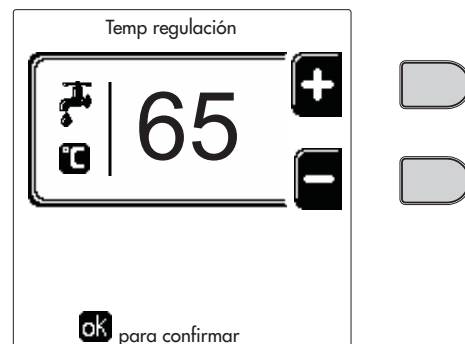

fig. 15
- **ON**. Ante una demanda de calefacción/ACS, la caldera funciona a la temperatura de regulación de la calefacción/ACS (fig. 13/fig. 15) programada.
- **re**. Ante una demanda de calefacción/ACS, la caldera funciona a la temperatura de regulación reducida. La temperatura reducida se obtiene restando la temperatura de regulación de la reducción (fig. 14/fig. 16) a la temperatura de regulación de la calefacción/ACS (fig. 13/fig. 15) programada.